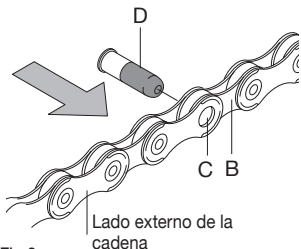

Fig.6
- Introducir el eslabón interno (B - Fig. 6) en el eslabón externo (C - Fig. 6) y luego introducir la parte de guía del casquillo de unión ULTRA-LINK 5-CN-SR700 (D - Fig. 6) en el orificio del eslabón por el lado interno de la cadena hacia el exterior.